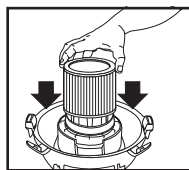

FIGURE 12
18. Alors que le couvercle du réservoir est renversé, glissez la cartouche filtrante vers le bas, sur le support de couvercle, et poussez jusqu'à ce que les joints du filtre reposent contre le couvercle. **FIGURE 12.**